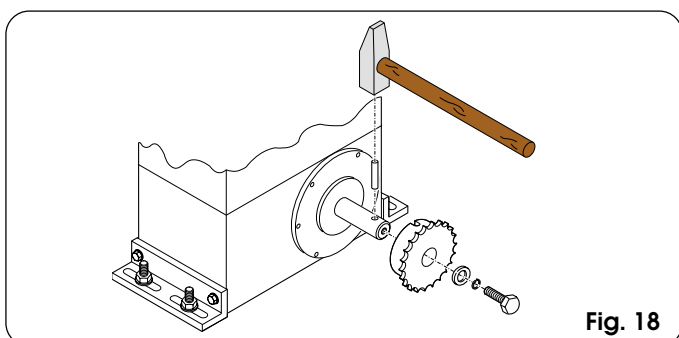

Fig. 18
4.5.1. MOD. 844 ER CAT (fig. 18 - 19)